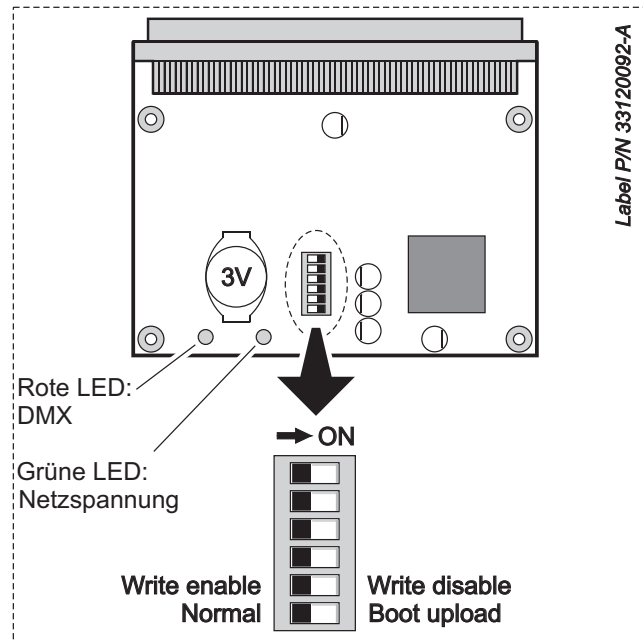

Bild 21: Hauptplatine und Dipschalter
3. Siehe Bild 21. Schalten Sie den Schalter 6 des 6fach-Dipschalters auf der Platine **AN** (Bootmode-Upload möglich).
Die 3V-Batterie auf der Hauptplatine (Markierung **3V** in Bild 21) muss nach längerem Betrieb eventuell ersetzt werden. Wenn die Batterie entladen ist, funktioniert die Echtzeituhr nicht mehr, im Display erscheint die Meldung *RCEP* (Echtzeituhr-Fehler). Lassen Sie die Batterie bei Ihrem Martin-Händler ersetzen.